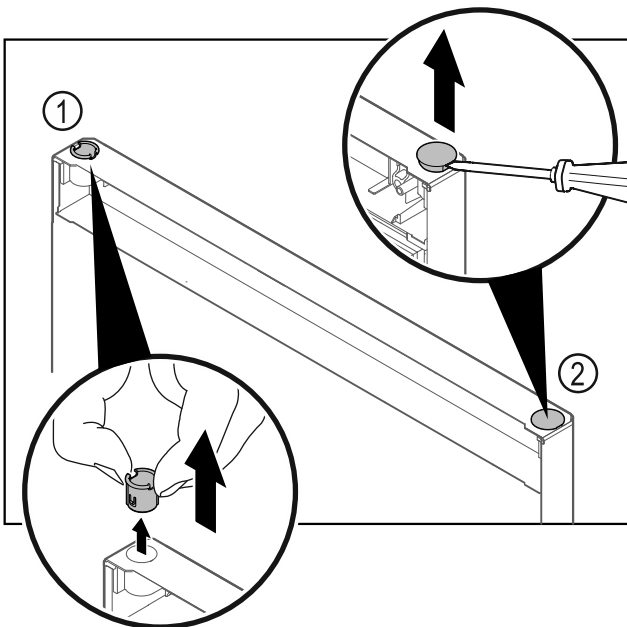

Fig. 39 Porte de la partie congélateur
- ▶ Retirer la bague Fig. 39 (1) avec les doigts.
- ▶ Soulever délicatement le bouchon Fig. 39 (2) avec un tournevis plat et le retirer.